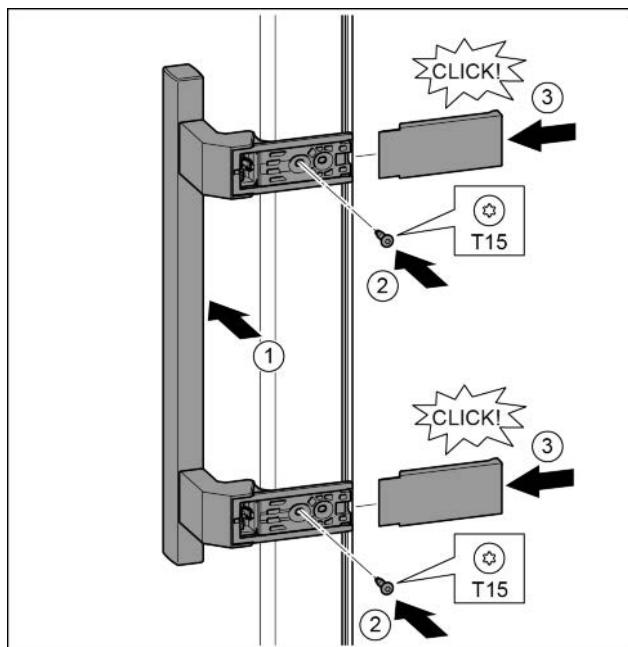

Fig. 32
- Установить ручку на противоположной стороне. Fig. 32 (1)
- Затянуть винты отверткой T15. Fig. 32 (2)
- Установить крышки сбоку и надвинуть. Fig. 32 (3)